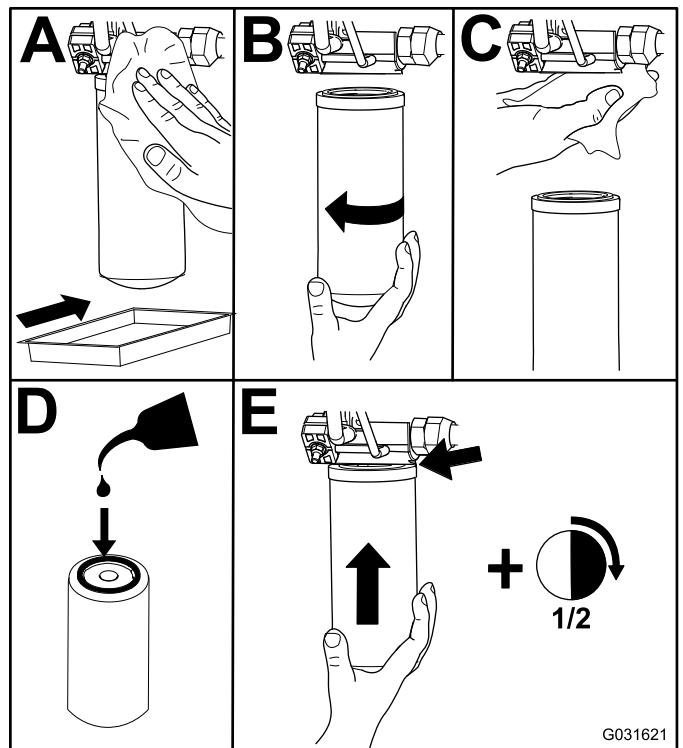

Figura 70
2. Substitua o filtro hidráulico de carga no compartimento de elevação hidráulica, como se mostra na Figura 70.
4. Substitua o filtro de retorno no lado direito da máquina (Figura 70).